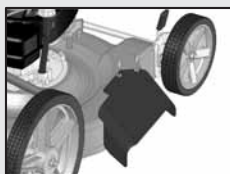
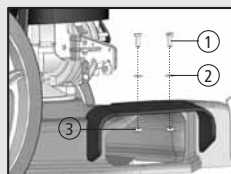

Fig. 03
Fig. 04
Para montar o defletor, posicione-o sobre o chassi como indicado na figura [Fig. 03], encaixe os dois parafusos M6(1) na furação do defletor, utilizando as arruelas lisas(2) entre a cabeça do parafuso e o defletor [Fig. 04].
Para concluir a montagem e fixar o conjunto, utilize as porcas M6(3) que acompanham o produto [Fig. 04].